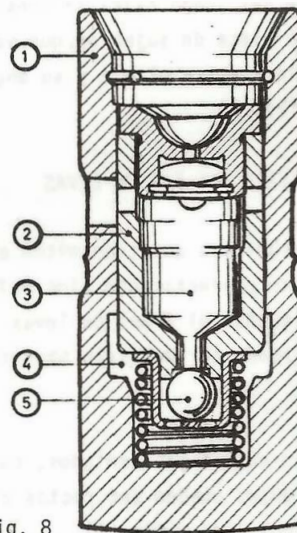

Fig. 8
- a. *Impulsores hidráulicos*: Estos impulsores (fig. 8) están compuestos por un cuerpo (1), en cuyo interior hay un émbolo (2) que forma la cámara superior (3).